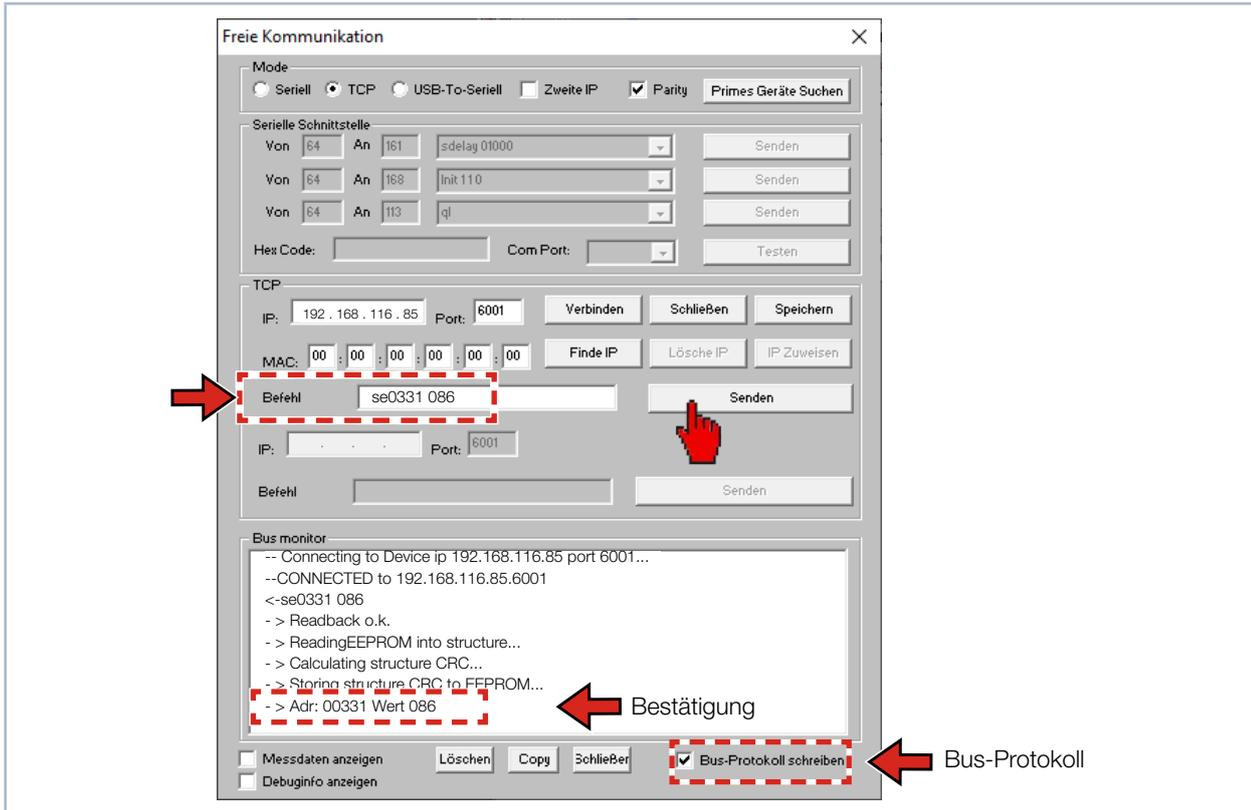

Abb. 11.4: Ändern der IP-Adresse im Dialogfenster *Freie Kommunikation*
8. Klicken Sie auf die Schaltfläche **Senden** und warten Sie die Bestätigung im Busmonitor ab (siehe Abb. 11.4 auf Seite 40 „- > Adr:0331 Wert: 086“)